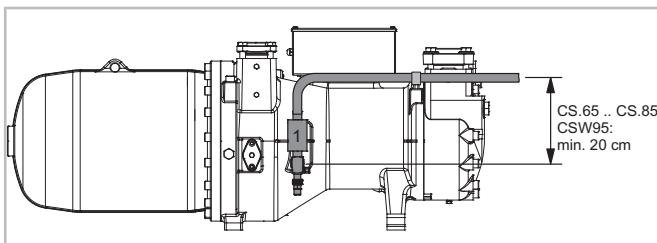
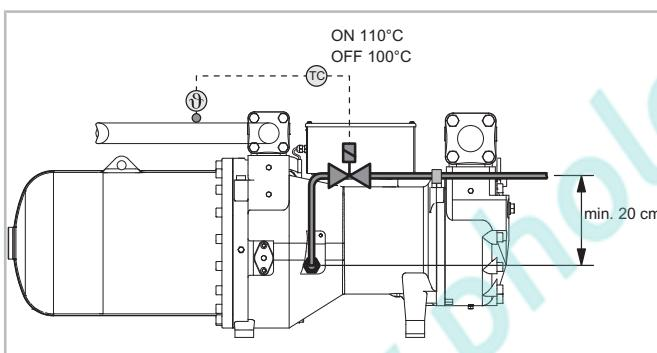

Abb. 5: Rohrführung der ECO-Sauggasleitung am Verdichter
Abb. 6: Rohrführung für Kältemittelleinspritzung (LI) mit Kältemittelleinspritzventil
Optionale Leitungen für Economiser (ECO) (nicht bei CSH95), siehe Abbildung 5, Seite 45 und/oder Kältemittelleinspritzung (LI), siehe Abbildung 6, Seite 45 müssen vom Anschluss aus zunächst nach oben geführt werden. Dies vermeidet Ölverlagerung und Beschädigung der Komponenten durch hydraulische Druckspitzen (vgl. Handbuch SH-170).